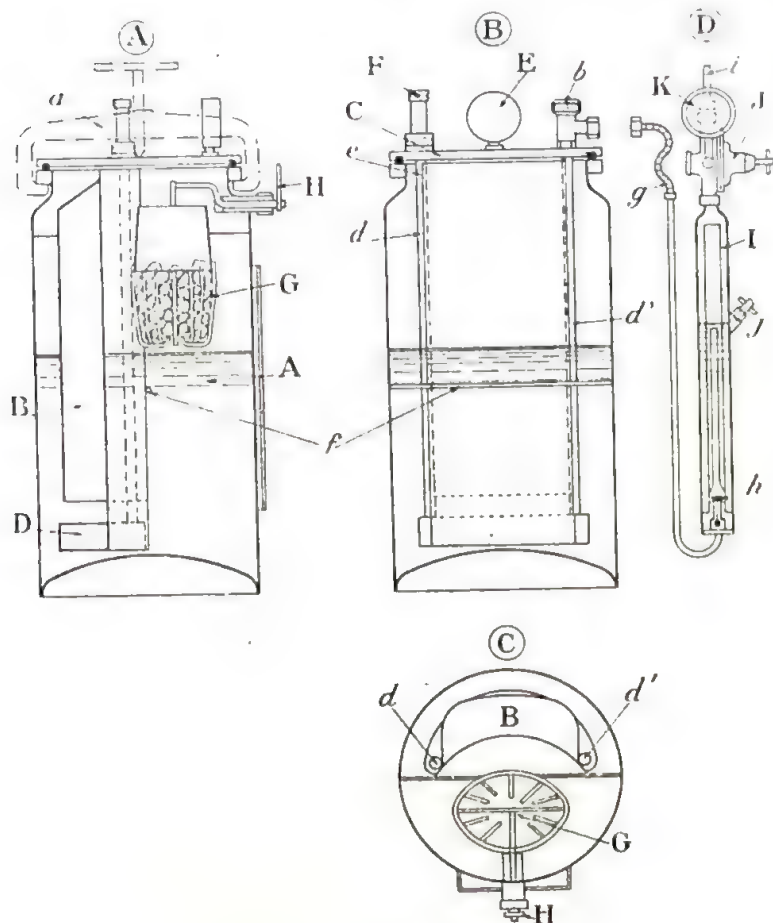

FIG. 28
*Générateur G. 1500.* — Il se compose principalement d'une cuve cylindrique A (fig. 28, A, B, C), formant chambre de réaction, et d'un caisson B formant chambre de contre-pression.